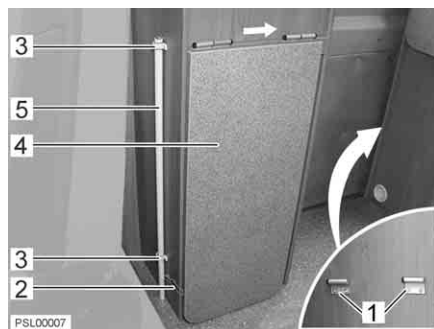
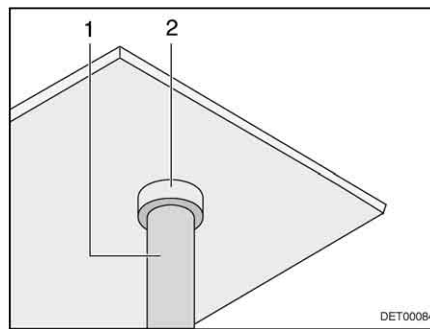

Fig. 34 Tavolo ribaltabile, chiuso
Fig. 35 Tavolo ribaltabile, sede d'alloggiamento del piede del tavolo
- Staccare la reggetta di sicurezza (Fig. 34,2) (bottone a pressione).
- Estrarre il piede del tavolo (Fig. 34,5) verso l'alto dai supporti (Fig. 34,3).
- Ribaltare verso l'alto il piano del tavolo (Fig. 34,4) e inserire il piede del tavolo (Fig. 35,1) nell'alloggiamento (Fig. 35,2).
- Ribaltare verso l'alto il piano del tavolo (Fig. 34,4) e spingere posteriormente (Fig. 34, freccia).
- Inserire il piano del tavolo nei supporti della parete posteriore dell'angolo cucina (Fig. 34,1).
- Inserire il piede del tavolo (Fig. 35,1) nell'alloggiamento (Fig. 35,2).